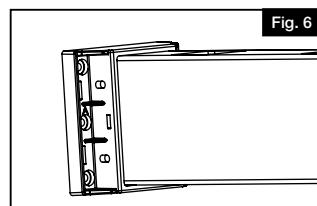

Fig. 6
- a. Placer les supports sur les deux extrémités de la traverse inférieure (Fig. 6).